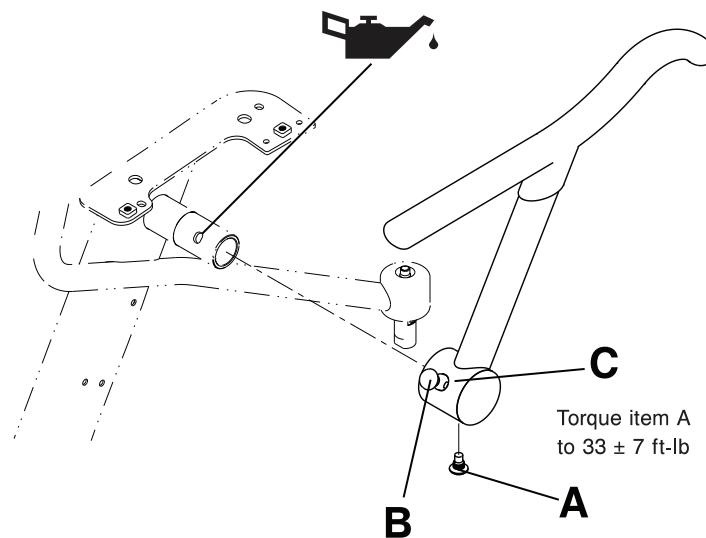

Figura 6-24: Sostituzione dei braccioli ribaltabili
2. Con la chiave a brugola da 5/16" rimuovere la vite di stop (A) che si trova nella parte inferiore del bracciolo ribaltabile (Figura 6-24 a pagina 6-41). Eliminare la vite.
3. Tenendo tirato con una mano il perno di sblocco (B), tirare contemporaneamente con l'altra mano il bracciolo ribaltabile (C) verso l'esterno, per staccarlo dalla sedia (Figura 6-24 a pagina 6-41).
4. Lubrificare il cardine del nuovo bracciolo con il lubrificante Syntec (3000-200-719) (Figura 6-24 a pagina 6-41).